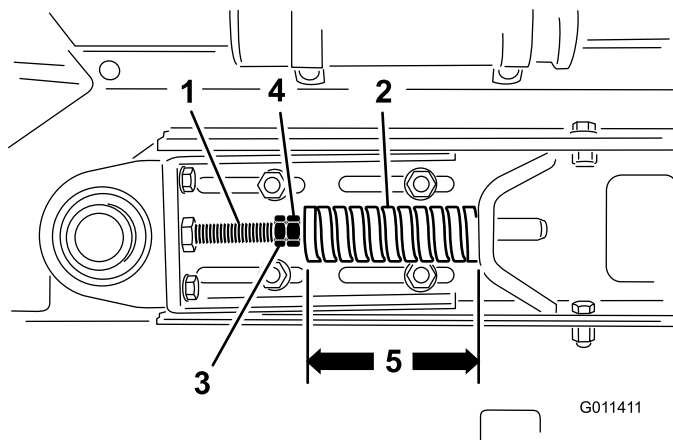

图26
1. 拧松锁紧螺母调节张力杆 图26螺母以达到所需的张紧力。